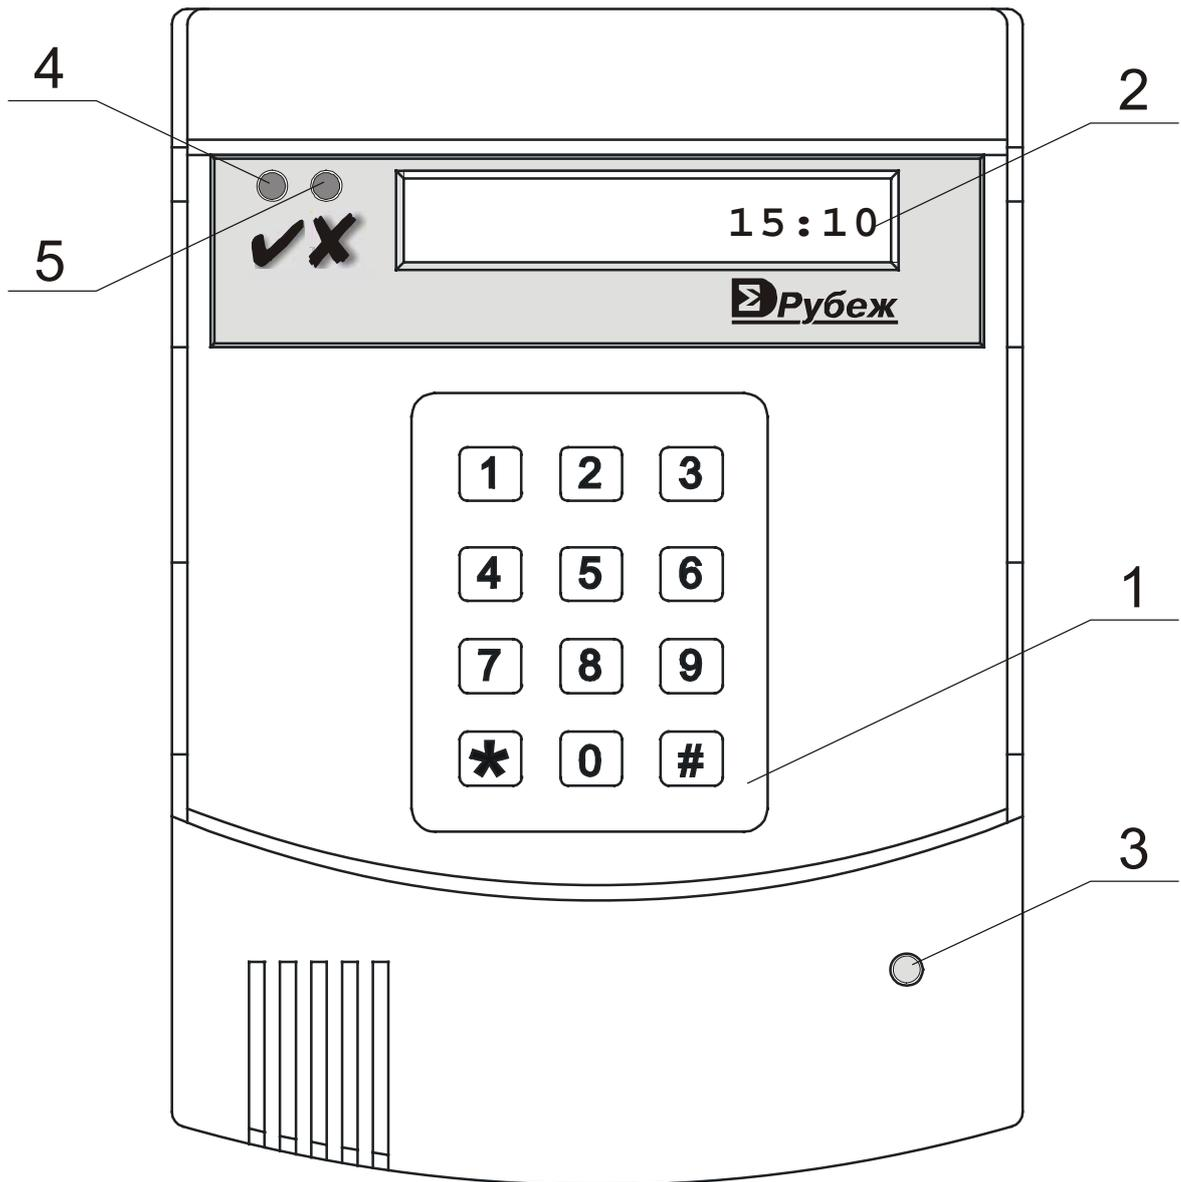
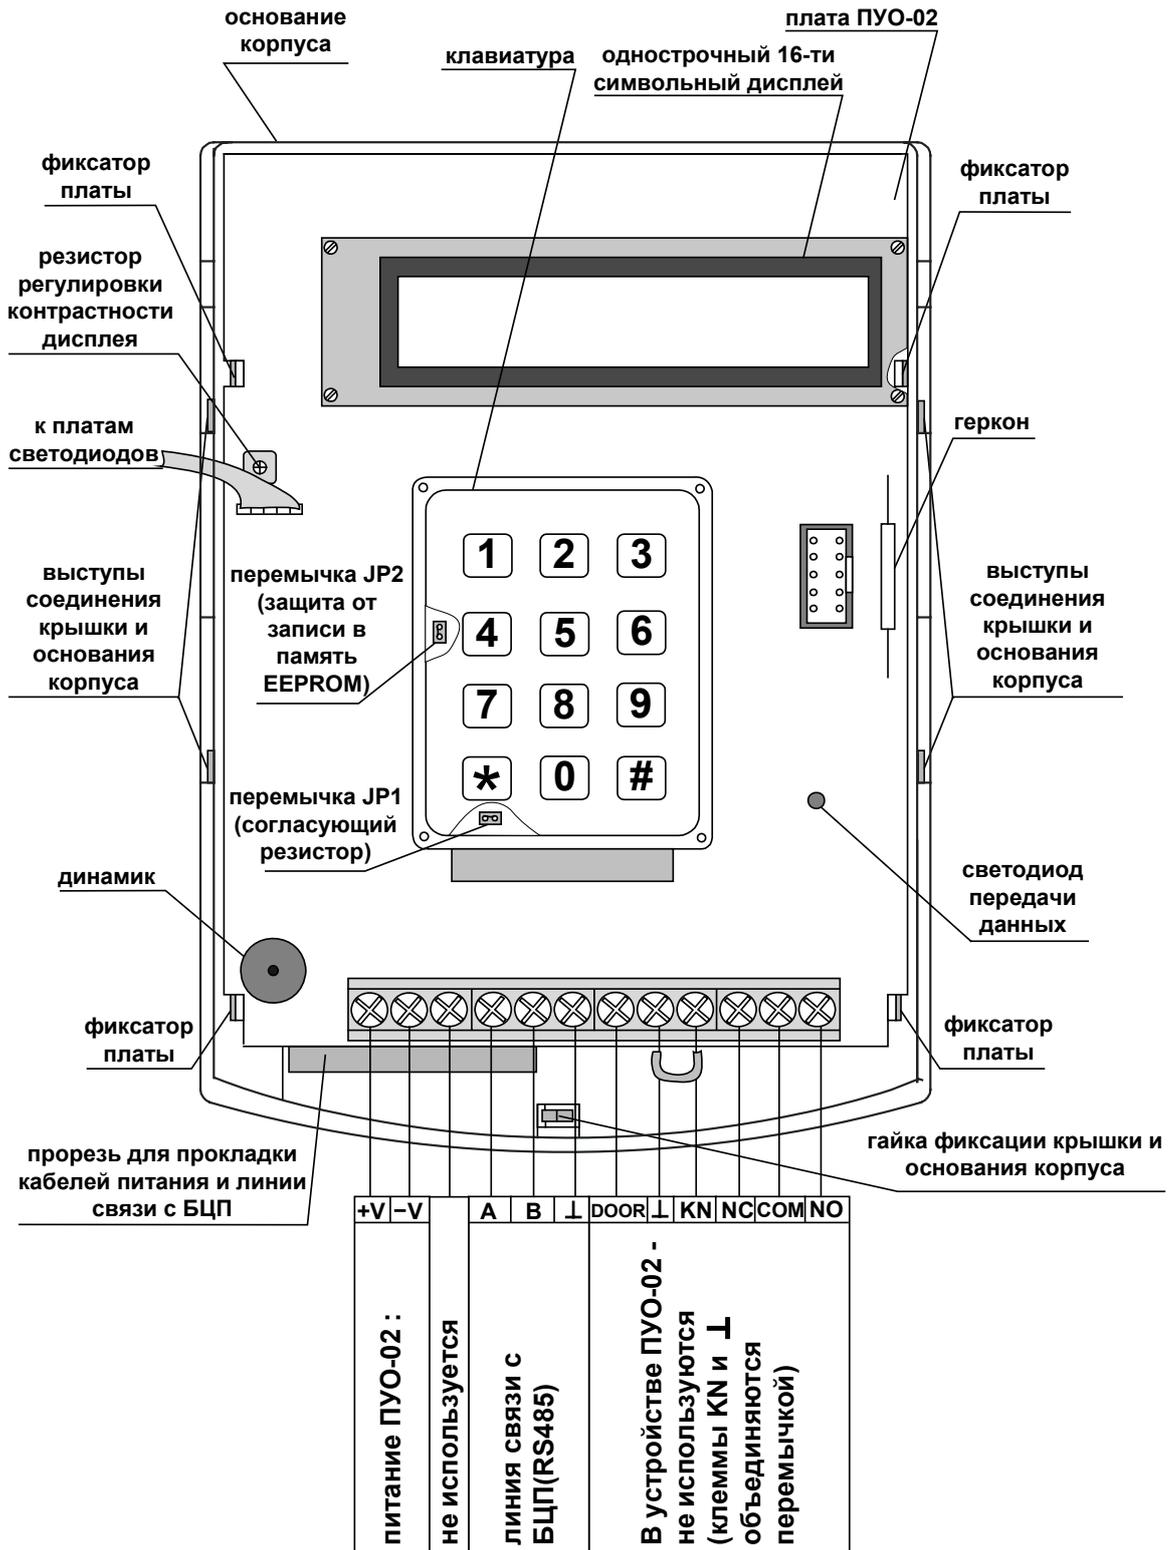

Рис. 1 Внешний вид ПУО
Рис. 4 Основание корпуса и схема подключения ПУО
В составе прибора ПУО (Рис. 1) используется в качестве сетевого устройства и подключается по линии связи к БЦП по интерфейсу RS-485. Если ПУО является последним устройством в линии RS-485 – необходимо установить перемычку JP1 соответствующего резистора (120 Ом).
- ввод данных пользователем с клавиатуры (1, Рис. 1);
- отображение принятых от пользователя и от БЦП данных на экране дисплея(2, Рис. 1);
- звуковую и светодиодную индикацию режимов работы с помощью элементов ПУО(3, 4, 5, Рис. 1).
- индикатор сигнала “ОШИБКА” - красный на корпусе(5,Рис. 1). При поступлении сигнала “ОШИБКА” происходит трехкратное включение индикатора на 0,5 с.
- индикатор сигнала подтверждения выполнения операции “ОК” - зеленый на корпусе(4,Рис. 1) ;
- индикатор сетевого режима схемы приемопередатчика RS-485 -красный, на корпусе(3,Рис. 1);
ПУО конструктивно выполнен в пластмассовом разъемном корпусе (Рис. 1) и состоит из крышки (Рис. 3) и основания корпуса (Рис. 4). Корпус ПУО обеспечивает степень защиты IP20. В пазах крышки корпуса закреплена откидывающаяся защитная накладка, в случае необходимости закрывающая “окно” экрана и клавиатуру. На внутренней стороне крышки корпуса размещены - магнит геркона, обеспечивающий защиту от несанкционированного вскрытия корпуса, и светодиоды индикации, вклю-
На плате под клавиатурой (Рис. 4) располагаются переключки JP1 согласующего сопротивления (необходимо замкнуть если устройство является последним СУ), JP2 (защита от записи в память EEPROM – должна быть замкнута) и светодиод передачи данных.
Плата устройства (Рис. 4) закреплена на основании корпуса с помощью 4 фиксаторов. Однострочный 16-символьный дисплей с подсветкой установлен и закреплен на 4-х стойках. Клавиатура также установлена на 4-х стойках. Для вскрытия корпуса ПУО необходимо отвернуть винт (Рис. 3) – нажать на основание корпуса, освобождая выступы на боковых сторонах (Рис. 4), и потянув крышку корпуса – вверх – отсоединить основание и крышку корпуса. При этом – необходимо помнить, что крышка и основание – соединены шлейфом светодиодных плат.
Кабеля питания и линии связи с БЦП при монтаже – пропускаются через прорезь в основании корпуса (Рис. 4).
Схема подключения ПУО приведена на Рис. 4.
Если ПУО является последним устройством в линии связи RS-485, перемычку JP1 (Рис. 4) согласующего сопротивления необходимо замкнуть.
└	Объединяются перемычкой с клеммой KN(Рис. 4).
KN	Объединяются перемычкой с клеммой └ (Рис. 4).
JP1	Подключение оконечного резистора линии связи (при установленной перемычке) – если устройство является последним СУ (Рис. 4).
HL4	Индикация сигнала передачи данных по RS-485 (на плате, под клавиатурой, Рис. 4).